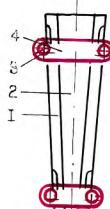

Рис. 1.
Меняющимся по толщине кузнечный топор сделан для того, чтобы после ударов его было легче вытаскивать из обрабатываемого материала. Поперечное сечение такого топора (рис. 1) меняется в зависимости от положения пластин (1) по отношению к сердцевине его — клину (2), соединенному с державкой (на рисунке не показана). В боковых пластинах выфрезерованы пазы, вдоль которых могут передвигаться штыри (3), запрессованные в проушины накладок (4). При ударе по обуху (например, бойком пресса) топор входит в деформируемый материал как цельный инструмент. Но, когда державка потянет клин вверх, штыри вспахают по пазам, и между боковыми пластинами, защемленными в металле, и клином появится зазор. При дальнейшем подъеме штыри упрются в бортики, прижмут боковые пластины к сердцевине и освободят их.